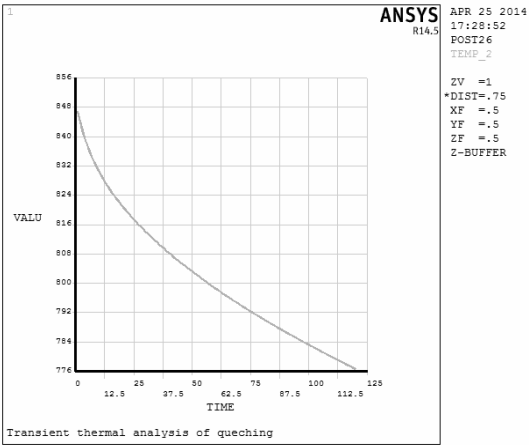

图 8-134 温度随时间变化曲线
- 7) 单击“OK”按钮，图形区显示出该节点随时间温度的变化曲线，如图 8-134 所示。